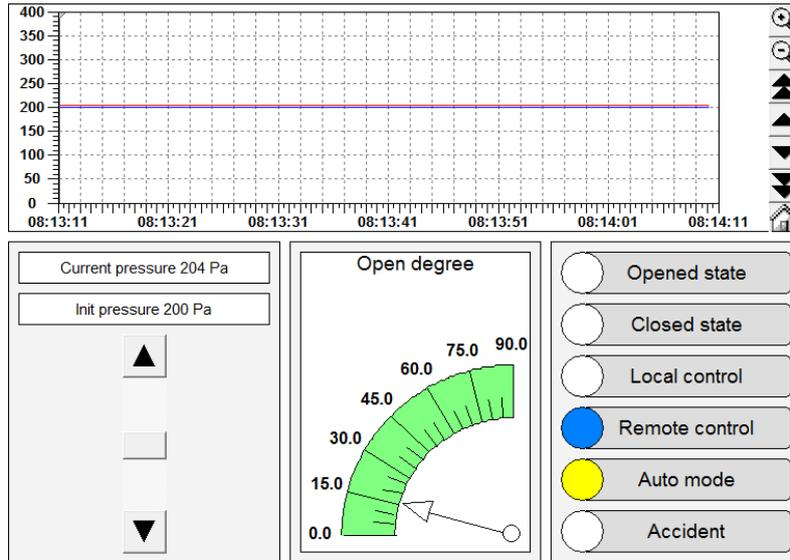

Рис. 35. Элементы визуализации управления нефтяной задвижкой
13. *Создайте объект визуализации.* Перейдите на третью страницу организатора объектов CODESYS с названием Visualization. Далее правой кнопкой мыши выберите команду «Добавить объект» (Add object). Присвойте новому объекту имя valve. Далее перейдите во внутреннюю рабочую область объекта valve и нарисуйте графические элементы управления (рис. 35).